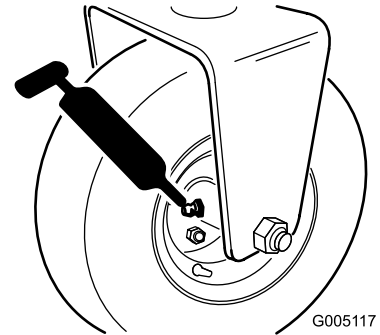

图29
- 后滚筒毂组件或如果配备了 3 轮驱动套件后轮滚筒门锁和外部滚珠轴承 1 个 图29